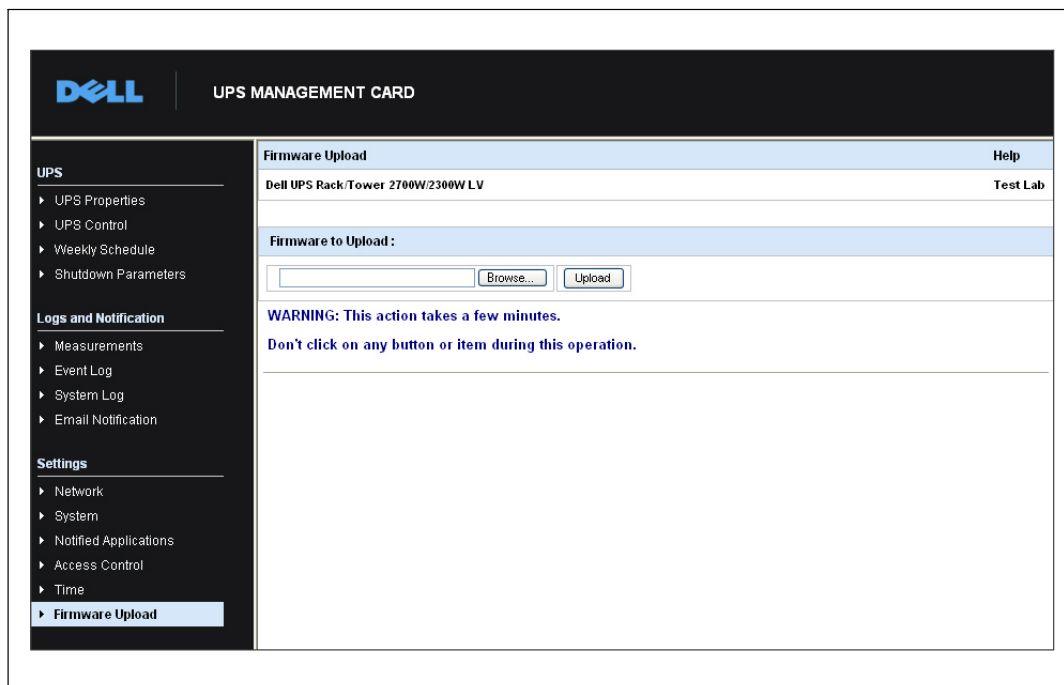

Рисунок 46. Страница выгрузки встроенного программного обеспечения
- 2 В строке меню нажмите **Выгрузка встроенного ПО**, чтобы открыть страницу выгрузки встроенного программного обеспечения (см. Рисунок 46).